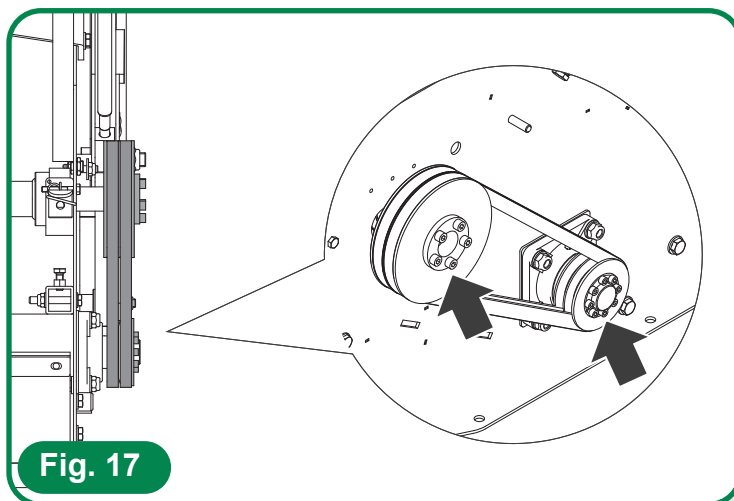

Fig. 17
- Blockera krympskivorna genom att dra åt skruvarna till ett vridmoment på **17 Nm för skruvar M6** eller **41 Nm för skruvar M8** (se **fig. 17**).